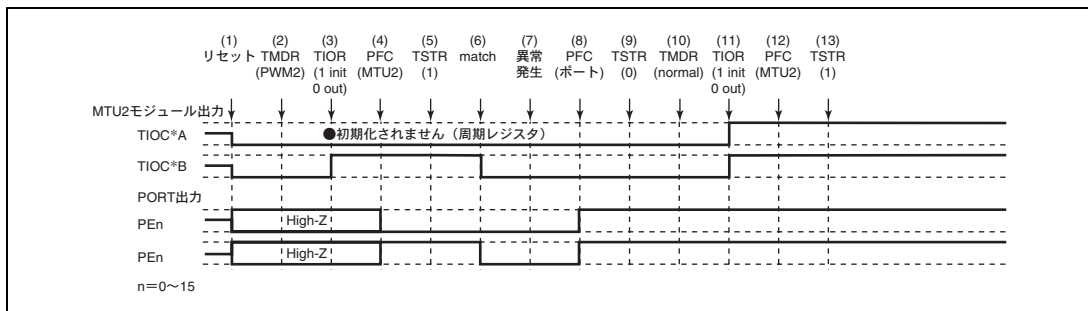

図 11.151 PWM モード 2 で異常が発生し、ノーマルモードで復帰する場合
PWM モード 2 で異常が発生し、再設定後ノーマルモードで再スタートする場合の説明図を図 11.151 に示します。
- (1) ~ (9) は図 11.151 と共通です。
- (10) PWM モード 1 を設定します。
- (11) TIOR で端子を初期化してください (PWM モード 1 では TIOC*B 側は初期化されません)。
- (12) PFC で MTU2 出力としてください。
- (13) TSTR で再スタートします。
(15) PWM モード 2 で動作中に異常が発生し、PWM モード 2 で再スタートする場合の動作
- (10) PWM モード 2 で再スタートする場合には必要ありません。
- (11) TIOR で端子を初期化してください (PWM モード 2 では周期レジスタの端子は初期化されません)。
(16) PWM モード 2 で動作中に異常が発生し、位相計数モードで再スタートする場合の動作
- (10) 位相計数モードを設定します。
- (11) TIOR で端子を初期化してください。
(17) 位相計数モードで動作中に異常が発生し、ノーマルモードで再起動する場合の動作